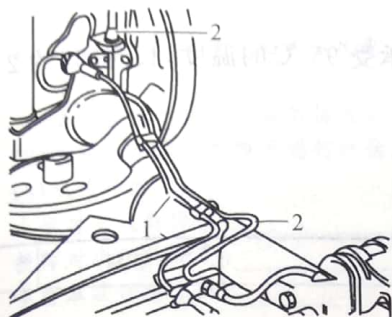
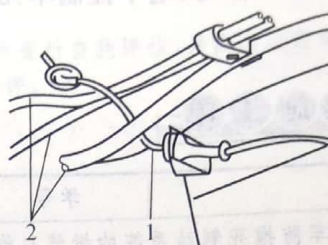

图 4-16 左侧导线布置
图 4-17 右侧导线布置
- (3) 用手将转速传感器压入车轮轴承壳体, 装上转速传感器卡夹。
- (4) 布置转速传感器导线, 注意转速传感器导线应布置在图 4-16 所示制动管的两侧。对于左侧车轮, 排气系统隔热罩与转速传感器导线之间应留约 2 mm 的间隙; 对于右侧车轮 (见图 4-17), 转速传感器导线应布置在燃油管之间。